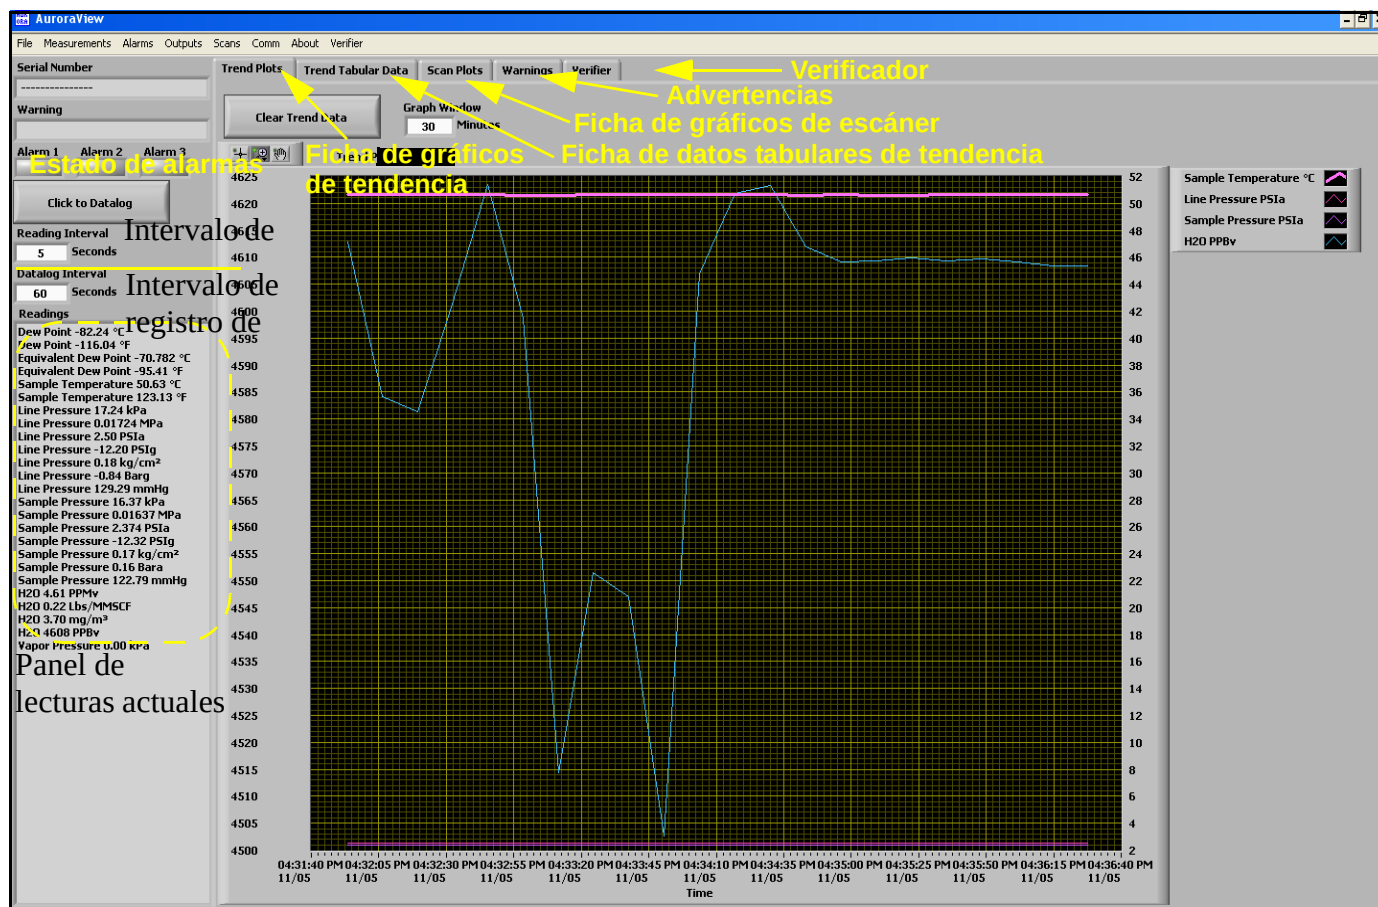

Figura 37: Pantalla principal de AuroraView
- AuroraView se iniciará y mostrará una pantalla similar a la de la *Figura 37*.